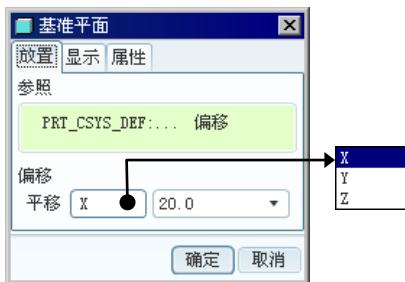

图 5.19.9 “基准平面”对话框 (五)
Step3. 如图 5.19.9 所示, 选取所需的坐标轴, 然后输入偏距的距离值 20.0。